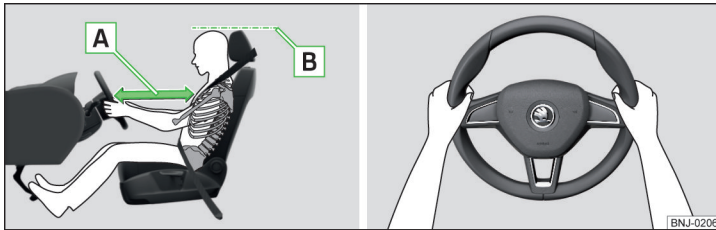

Рис. 2 Правильне сидяче положення водія / Правильне розташування рук на кермовому колесі
- ✓ Відрегулюйте кермове колесо таким чином, щоб відстань між кермом та грудною клітиною складала принаймні 25 см » **Рис. 2 - [А].**
- ✓ Відрегулюйте підголовник таким чином, щоб верхній край підголовника знаходився на одній висоті із верхньою частиною вашої голови (не застосовується для сидінь з вбудованими підголовниками) » **Рис. 2 - [В].**
- Під час подорожі тримайте кермо обома руками з боків за зовнішній край в положенні «9» і «3» години » **Рис. 2.** Ніколи не тримайте кермо в положенні «12» годин або в інший спосіб (наприклад, за середню або внутрішню частину керма та ін.). Інакше спрацювання подушки безпеки може спричинити серйозні пошкодження рук, кистей і голови.
- ✓ Відрегулюйте підголовник таким чином, щоб верхній край підголовника знаходився на одній висоті із верхньою частиною вашої голови » Рис. 2 на стор. 11 - **B** (не застосовується для сидінь з вбудованими підголовниками).
- ✓ Відрегулюйте підголовники таким чином, щоб верхній край підголовників знаходився на одній висоті із верхньою частиною вашої голови » Рис. 2 на стор. 11 - **B**.